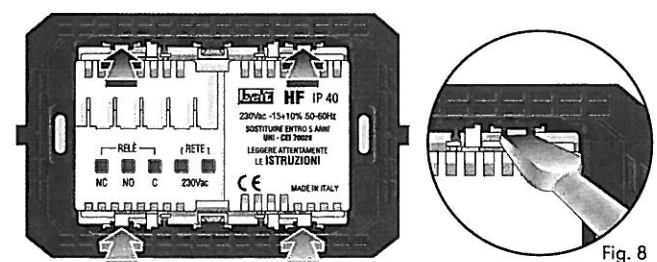

Fig. 8
- Con un cacciavite esercitare una lieve forza sui gancetti situati sul telaio come illustrato in Fig. 8 e contemporaneamente spingere il rivelatore verso l'interno del telaio per estrarlo dalla sede.